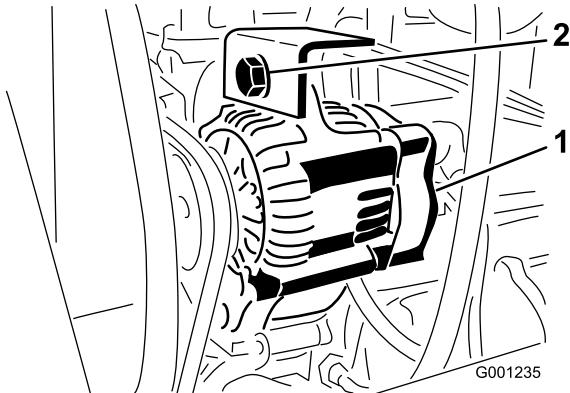

Figura 74
2. Desaperte o parafuso de montagem do alternador (Figura 74).
3. Aumente ou diminua a tensão da correia do alternador e aperte o parafuso de montagem (Figura 74).